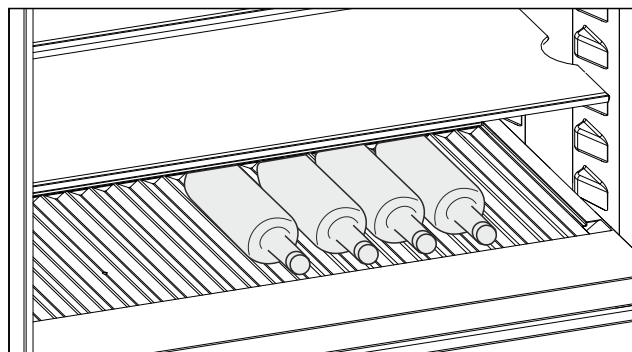

Fig. 255 Ілюстративне зображення
- Помістіть пляшки дном у напрямку до задньої стінки. (див. Fig. 255)